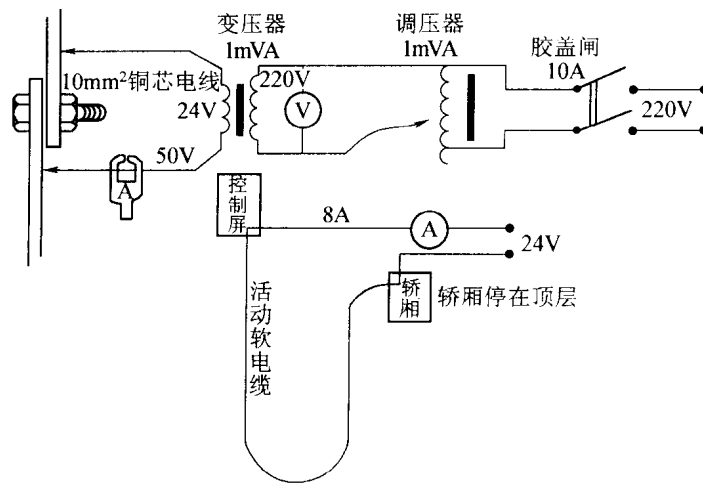

图 1-2 低电压大电流测试图
(3)用低压大电流测试虚接部位,将总电源断开,再将进入控制柜的电源断开,按图1-2装一套电流发生器,用10mm²铜芯电线临时搭接在接触面的两端,调压器慢慢升压,短路电流达到50A时,记录输入电压值。按上述方法对每一个连接处都测一次,记录每个接点电压值,哪一处电压高,就是接触不良。
(4)当怀疑随行软电缆内部某根电线中间有时通时断现象时,按图 1-2 接线,短路电流升至 8A 时,调压器定位不动,连续折合 15 次,每次接通时间 2 ~ 3min,如果发现电流表不启动,说明折断位置已被测试电源烧断,若电流值不变,证明此线没有折断。